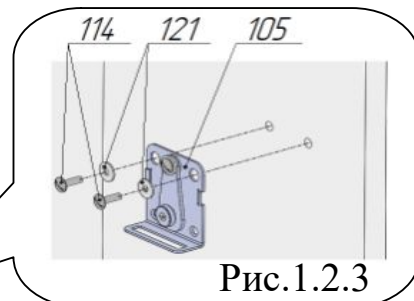
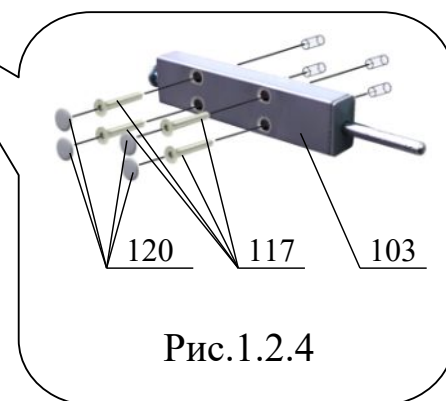
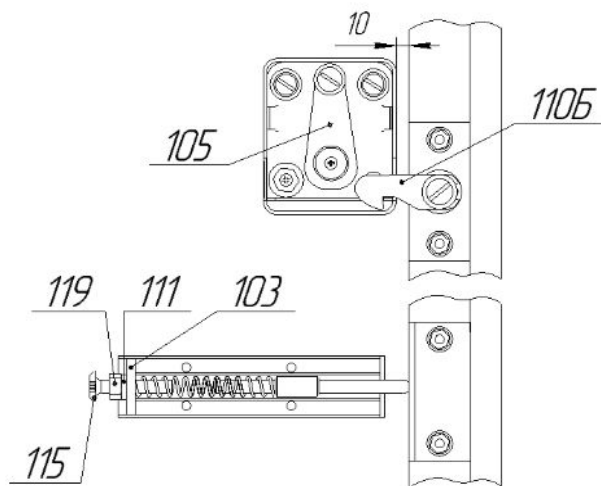

Рис.1.2.3
Рис.1.2.4
Рис.8
ВЫБЕРИТЕ СТОРОНУ, С КОТОРОЙ ВАМ БУДЕТ УДОБНЕЕ ОТКРЫВАТЬ КРОВАТЬ. С ЭТОЙ СТОРОНЫ УСТАНАВЛИВАЙТЕ МЕХАНИЗМ ФИКСАЦИИ ПОЗ.105 И КОРПУС ТОЛКАТЕЛЯ ПОЗ.103 С ДЕТАЛЯМИ (РИС.1.2.3, 1.2.4). ДАЛЕЕ БУДЕТ ОПИСАНИЕ СБОРКИ С УСТАНОВКОЙ МЕХАНИЗМА ПОЗ.105 И КОРПУСА ТОЛКАТЕЛЯ ПОЗ.103 С ПРАВОЙ СТОРОНЫ КОРОБА.
К панели поз.42 присоединить механизм фиксации поз.105, используя винты поз.114, шайбы поз.121 (рис.1.2.3). Присоединить к панели поз.42 толкатель поз. 103, (рис.1.2.4 и рис.8). Для закрепления к коробу использовать винты поз.117. На головки винтов поз.117 установить заглушки поз.120 (рис.1.2.4).
9. Отрегулировать упор, установленный по рис.1.2.4. Для этого поднять раму кровати в вертикальное положение. Надавить на раму в области установленного механизма фиксации поз.105. Вращением винта М8х45 поз.115 добиться, чтобы рама кровати не доходила до касания с механизмом фиксации поз.105 (рис.8) 10мм. Придерживая от вращения винт поз.115, затянуть гайку поз.119 до упора так, чтобы шайба поз.111 оказалась прижата к корпусу толкателя поз.103.
Надавить на верхний угол рамы кровати около механизма фиксации поз.105 до зацепления собачки поз.110Б за механизм фиксации поз.105 (рис.8).